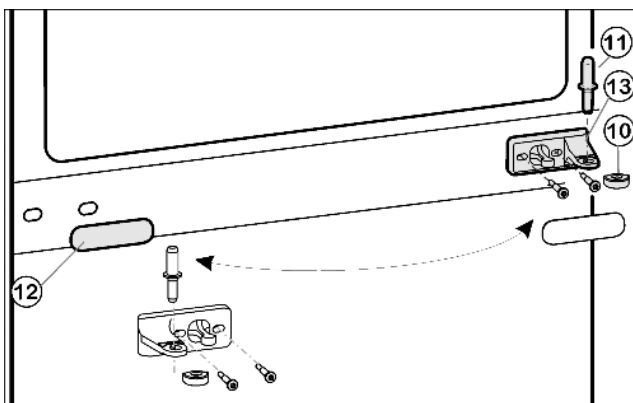
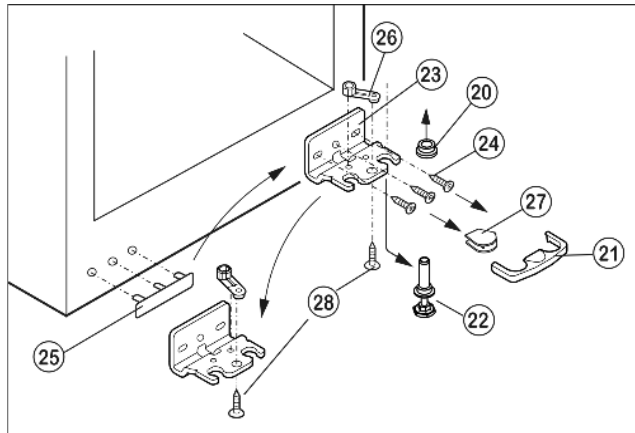

Fig. 5
Fig. 6
- ▶ Выгашите из опорного кронштейна и нижней дверцы средний опорный палец Fig. 5 (11).
- ▶ Пластмассовый колпачок Fig. 5 (10) снимите.
- ▶ Снимите средний опорный кронштейн Fig. 5 (13).
- ▶ Осторожно снимите накладку Fig. 5 (12).
- ▶ Открутите средний опорный кронштейн Fig. 5 (13) и прикрутите его с поворотом на 180° на новую сторону шарнира.
- ▶ Защелкните накладку Fig. 5 (12), повернув на 180°, на стороне, где теперь будет ручка.
- ▶ Предохранитель Fig. 6 (21) снимите движением вперед.
- ▶ Снимите крышку Fig. 6 (27).\*
- ▶ Полностью вверните регулируемую опору Fig. 6 (22).
- ▶ Вытяните опорный палец Fig. 6 (22) вниз и вперед. При этом следите за гнездом шарнира Fig. 6 (20).
- ▶ Открутите опорный кронштейн Fig. 6 (23)(3 шт. Torx 25) Fig. 6 (24).
- ▶ Открутите опорную деталь Fig. 6 (26)(1 Torx 25) Fig. 6 (28) и, переставив в отверстие на противоположной стороне опорного кронштейна, снова прикрутите.
- ▶ Осторожно приподнимите и переставьте крышку Fig. 6 (25) со стороны ручки.
- ▶ Снова прикрутите опорный кронштейн Fig. 6 (23) на новой стороне шарнира, при необходимости с помощью аккумуляторного шуруповерта.
- ▶ Установите крышку Fig. 6 (27) на противоположной стороне.\*
- ▶ Предохранитель (21) нужно зафиксировать сбоку на кронштейне, чтобы опорный палец и двери были защищены от выпадения.
- ▶ Снова защелкните предохранитель (21) на опорном кронштейне.
- ▶ Наденьте гнездо шарнира Fig. 6 (20).
- ▶ Установите нижнюю дверцу сверху на нижний опорный палец *Fig. 6 (22)*.
- ▶ Снова наденьте пластмассовый колпачок *Fig. 5 (10)* на средний опорный кронштейн *Fig. 5 (13)*.
- ▶ Вставьте средний опорный палец *Fig. 5 (11)* на новой стороне шарнира через средний опорный кронштейн *Fig. 5 (13)* в нижнюю дверцу.
- ▶ Установите верхнюю дверцу на средний опорный палец *Fig. 5 (11)*.
- ▶ При необходимости выровняйте дверцы через два продольных паза в нижнем опорном кронштейне *Fig. 6 (23)* и среднем опорном кронштейне *Fig. 5 (13)* параллельно корпусу устройства. Для этого выкрутите средний винт на нижнем опорном кронштейне *Fig. 6 (23)*.